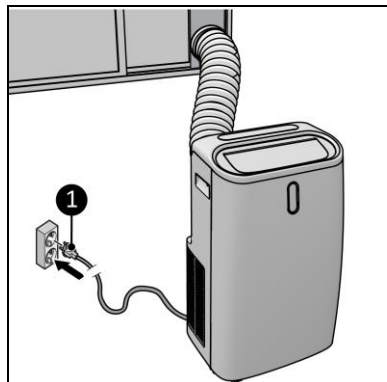

Afbeelding 12
6. Sluit de slangaansluiting (Afbeelding 12, pos. 1) aan op de warmeluchtuitgang van het apparaat (Afbeelding 12, pos 2)